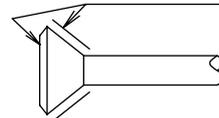

Рис. 14
- При присоединении гайки раструба покрывайте часть раструба (и внутри, и снаружи) эфирным или сложноефирным синтетическим маслом, поверните гайку три или четыре раза вручную и затем затяните ее ключом. (См. рис. 14)